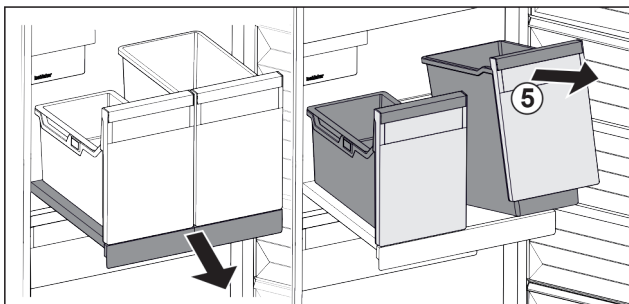

Fig. 80
- ▶ Soulever les bacs Fig. 80 (5) par l'avant.